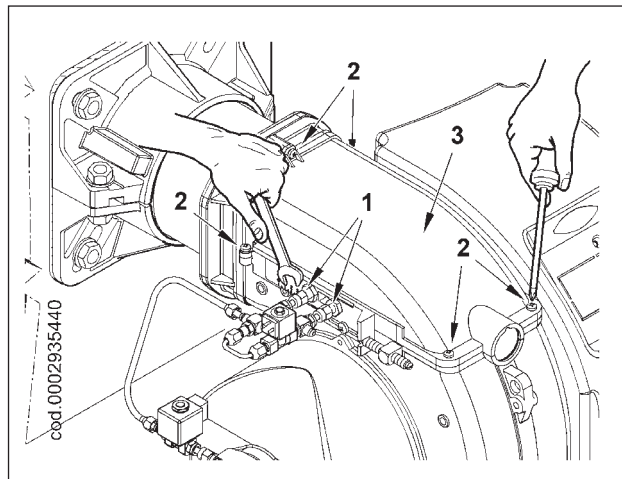

Рисунок 1
- 2) Открутите винты 2 и снимите крышку 3 (рисунок 1).